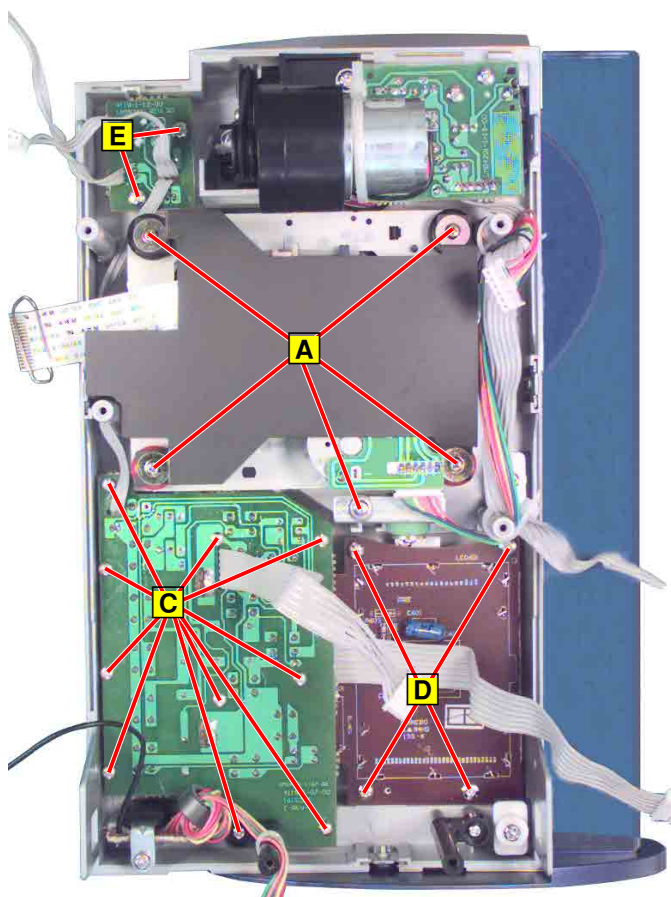

Fig. 17
- 5 Schrauben **A** (Fig. 17) herausdrehen.
- 10 Schrauben **C** (Fig. 17) herausdrehen.
- 4 Schrauben **D** (Fig. 17) herausdrehen.
- 2 Schrauben **E** (Fig. 17) herausdrehen.
- Undo 5 screws **A** (Fig. 17).
- Undo 10 screws **C** (Fig. 17).
- Undo 4 screws **D** (Fig. 17).
- Undo 2 screws **E** (Fig. 17).